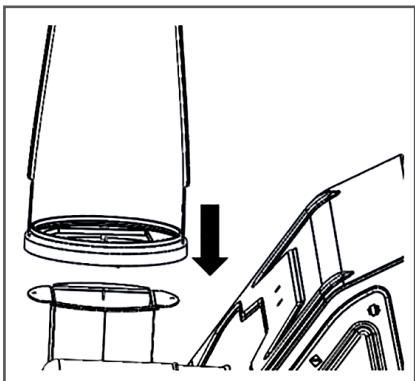

Рис. 4 Направление установки желоба
- Установите желоб 1 выброса снега на корпус основания желоба (Рис. 4).